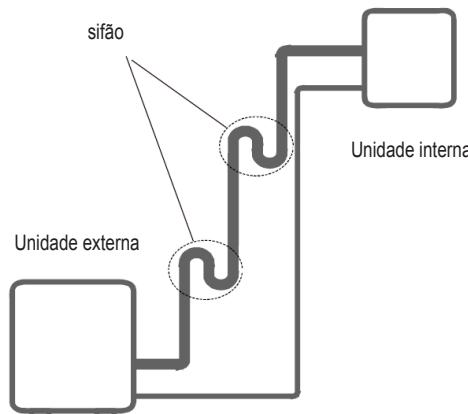

fig. 4 -
**Unidade externa colocada por baixo e unidade interna por cima ("fig. 4 -").**